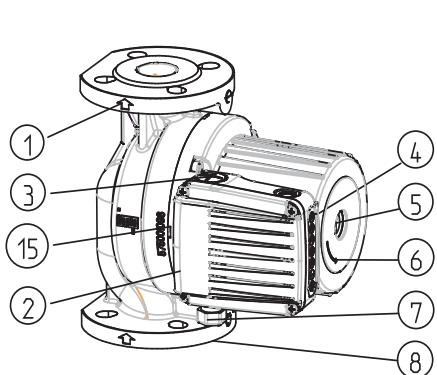
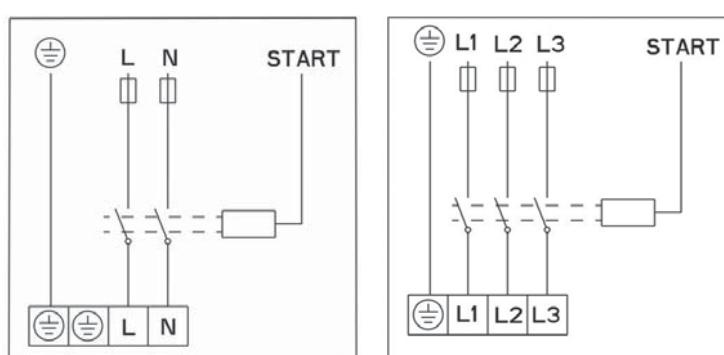

Fig.2
Fig. 4
- Direcția debitului de apă din pompă trebuie să se potrivească cu direcția indicată de săgeata de pe carcasa pompei (Fig.2-POS.1).
- Flanșele de racord sunt proiectate pentru presiunea nominală NP 6/10 (Fig.2 – POS.8)
- Pompele SCRF-SCRFD au o singură carcă hidraulică (Fig.2 – POS.8).
Carcasa hidraulică a pompei poate fi izolată numai până la fanta dintre motor și carcasa hidraulică. Deschiderile pentru scurgerea condensului trebuie să rămână neacoperite pentru a permite drenarea din carcasa statorului. În mod similar, aceleași deschideri trebuie să fie descoperite și la sistemele de încălzire, când se va efectua numai izolarea termică a carcasei hidraulice (Fig. 2, 3, POS. 15). Carcasa motorului electric, pe care sunt dispuse deschiderile pentru drenarea condensului, nu trebuie să fie izolată în nici un caz!
Cablajul trebuie conectat prin intermediul unei presetupe de cablu M20 (Fig.2 – POS.7).
Conexiunile electrice ale pompei trebuie efectuate în conformitate cu diagrama de conexiuni (Fig. 4) atașată pe spatele capacului motorului. Înainte de a face acest lucru, desfaceți capacul superior (Fig.2 - POS. 2).
rotorul este imersat și dotat cu lagăre speciale gresate cu apă. Înainte de a pune pompă în funcțiune, aceasta trebuie umplută cu apă și dezaerată. Dezaerați pompa prin desfacerea șurubului de la spatele motorului electric (Fig.2-POS.5). Aerul va ieși prin fanta dintre arborele motorului și lagăr. Când apa începe să curgă pe aici, închideți vanele atât la partea de aspirație cât și de refulare a pompei. Porniți pompa și verificați direcția de rotație a axului. În cazul unei direcții de rotație greșite, va începe să clipească un bec cu lumină roșie.
Deconectați pompa de la curent, închideți vanele de pe ambele părți ale pompei (aspirație și refuzare), deșurubați șurubul de la orificiul de dezaerare, plasați șurubelnița (Fig.2-POS.5) în canelura arborelui și răsuciți atât cât permite forța de frecare. Apoi înșurubați înapoi șurubul de la orificiul de dezaerare.